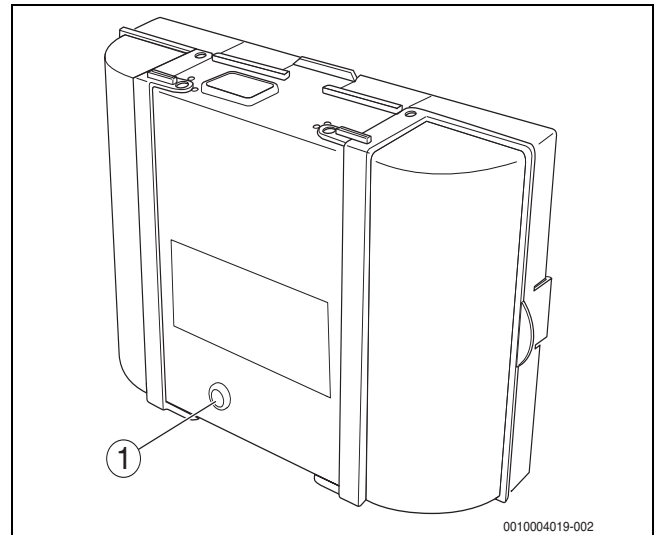

Bild 50 Störungen am Feuerungsautomaten zurücksetzen
- ▶ Taste „Entstören“ am Feuerungsautomaten drücken (→ Bild 50). Die Störung wird nicht mehr im Display angezeigt.